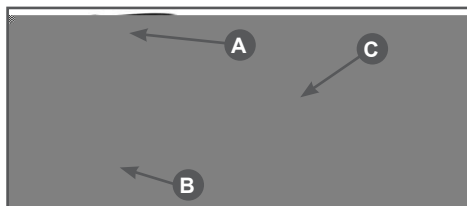

Рис. 7 Органы управления рабочей рукоятки
5. Выключатель зажигания (А) Рис. 7 установите в положение «I». Удерживая рычаг блокировки курка газа (С) нажмите на курок газа. Для облегчения запуска зафиксируйте курок газа стопором (В).